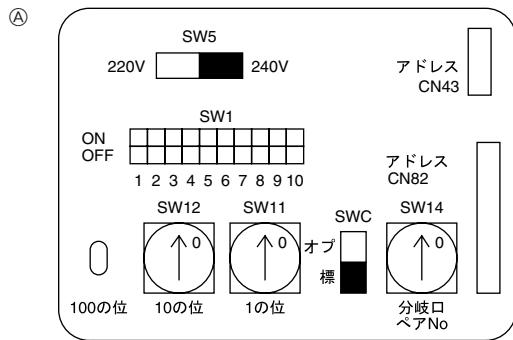

Fig. 7-4
7.3. Adreslerin düzenlenmesi (Fig. 7-4)